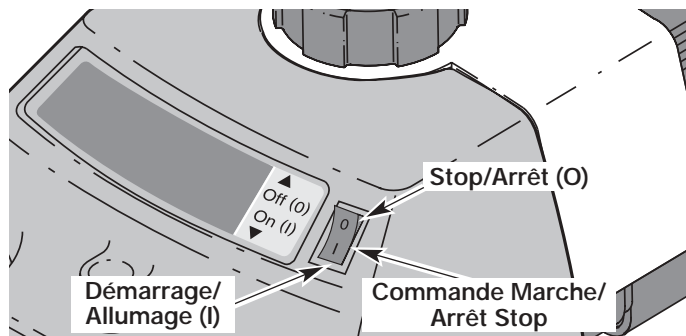
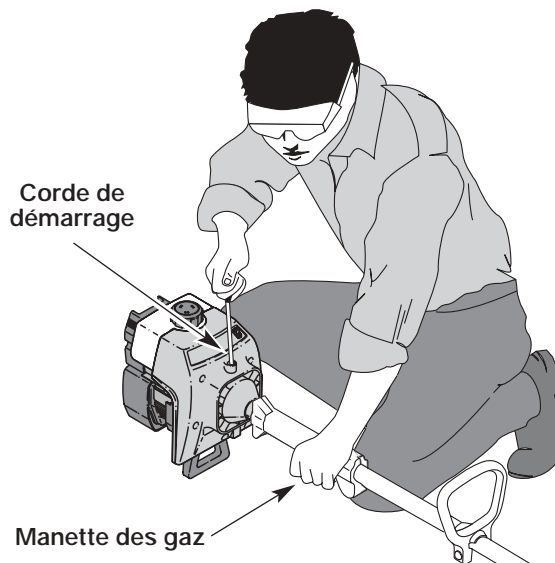

Fig. 6
Fig. 8
**AVERTISSEMENT :** évitez tout démarrage accidentel. Tenez-vous en position de démarrage lorsque vous tirez sur la corde de démarrage (Fig. 8). L'opérateur et l'appareil doivent tous deux être en position stable pour éviter des blessures graves.
2. Mettez la commande Marche/Arrêt Stop en position **MARCHE (I)** (Fig. 6).
5. L'appareil étant prêt à démarrer (Fig. 8), appuyez sur la manette des gaz à pleins gaz et tirez brusquement sur la corde de démarrage 5 fois en position d'étranglement **MAXIMUM (A)**. Si le moteur essaie de démarrer avant le cinquième tir, passez à l'étape 6.
**REMARQUE:** Le moteur ne peut fonctionner en position d'étranglement **MAXIMUM (A)**.
6. Mettez le levier d'étrangleur en position d'étranglement **PARTIEL (B)**.
7. Tirez brusquement sur la corde de démarrage 1 à 3 fois pour démarrer le moteur (Fig. 8).
**REMARQUE:** Si le moteur se noie durant le démarrage, placez le levier d'étrangleur en position **MARCHE (C)**. Appuyez sur la manette des gaz. Tirez rapidement sur la corde de démarrage. Le moteur devrait démarrer après 3 à 8 coups.
9. Appuyez sur la manette des gaz de 5 à 10 secondes pour réchauffer le moteur. Mettez le levier d'étrangleur en position **MARCHE (C)**.
**REMARQUE:** Il n'est pas nécessaire d'utiliser l'étrangleur pour démarrer un moteur chaud. Mettez la commande Marche/Arrêt Stop en position **MARCHE** (Fig. 6), puis démarrez en position d'étranglement **PARTIEL (B)**. Après le démarrage, placez le levier d'étrangleur en position **MARCHE (C)**.
1. Relâchez la manette des gaz (Fig. 8). Laissez le moteur se refroidir au ralenti.
2. Mettez la commande Marche/Arrêt Stop en position **ARRÊT (O)** (Fig. 6).